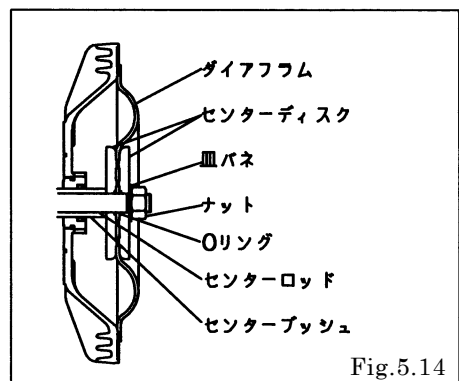

Fig.5.14
- ・ダイアフラムは凸側を外側に取り付ける。[Fig.5.14]